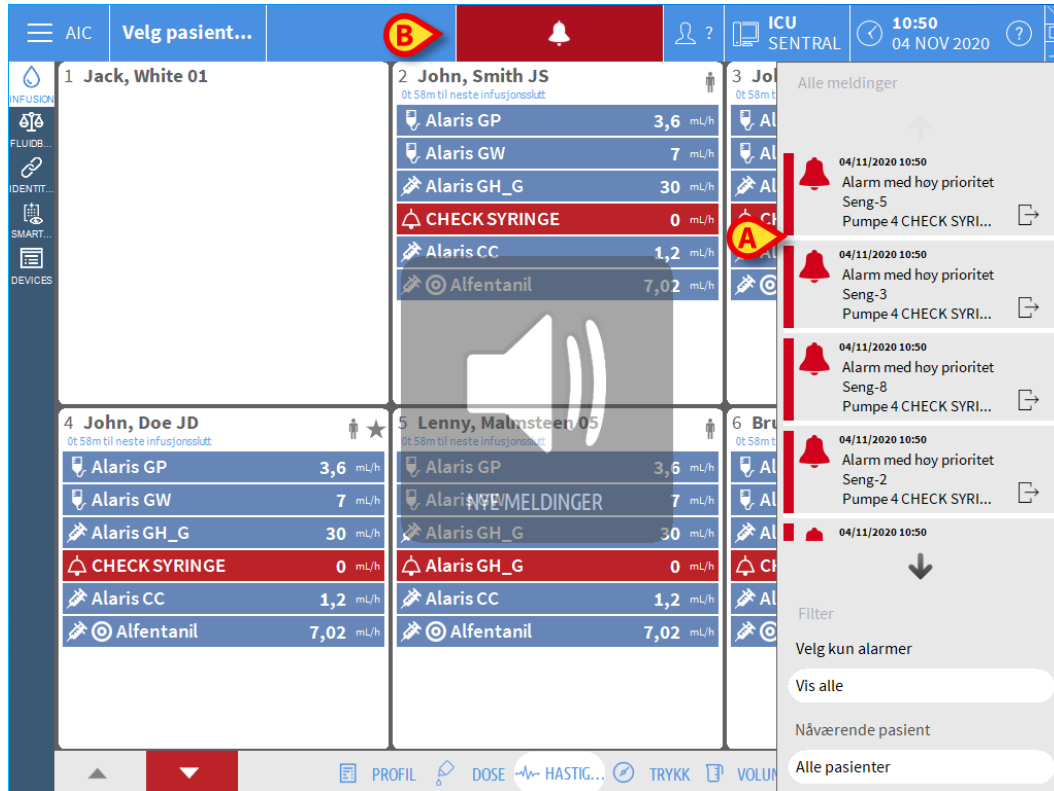
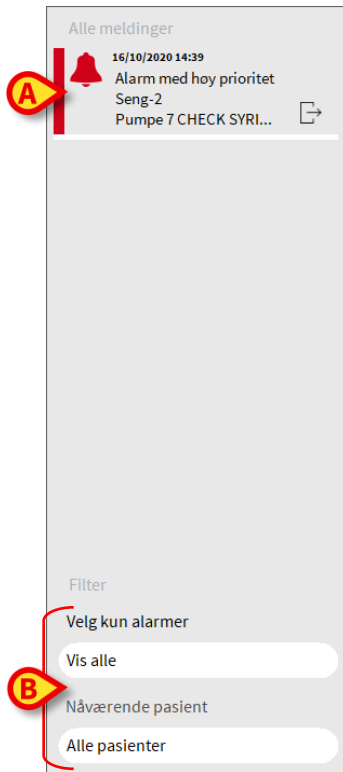

Fig. 97
Fig. 98
Et varslingsområde vises til høyre i alle skjermbildene til Alaris™ Infusion Central, og rapporterer om ulike varsler sendt av de tilkoblede infusjonspumpene (Fig. 97 A, Fig. 98).
- Bare synlig etter at en bruker klikker på varslingssknappen i «Control Bar» (Fig. 97 B).
De forskjellige meldingene vises i kronologisk rekkefølge, (Fig. 98 A – nyeste på toppen) og i henhold til prioritet.
Nederst i varslingsområdet er fire forskjellige filtre tilgjengelige, dette gjør det mulig å velge hvilken type melding som skal vises (Fig. 98 B). De tilgjengelige filtrene er: